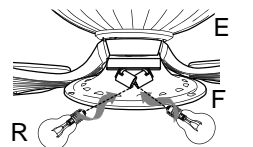

Fig. 7
7. Instale las dos bombillas de base candelabro de 60 vatios máx. (R) incluidas. [Fig. 7]
**Importante:** Cuando necesite reemplazar las bombillas, por favor permita que se enfríen la(s) bombilla(s) y la pantalla de vidrio (H) antes de tocarlas.